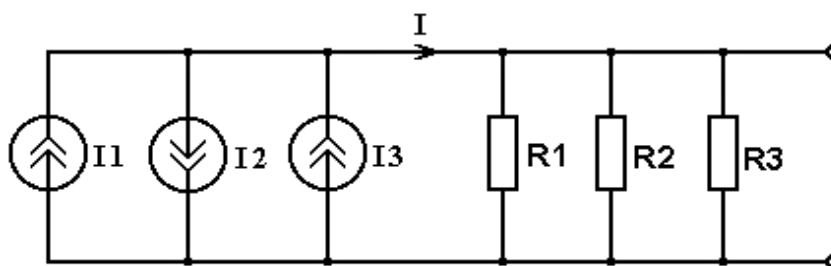

Рисунок 1.16
1. Представим исходную схему (рисунок 1.5) в следующем виде (рисунок 1.16)
3. Три источника тока (рисунок 1.16) можно заменить одним, ток которого равен $I_э = I = 5 \text{ мА.}$